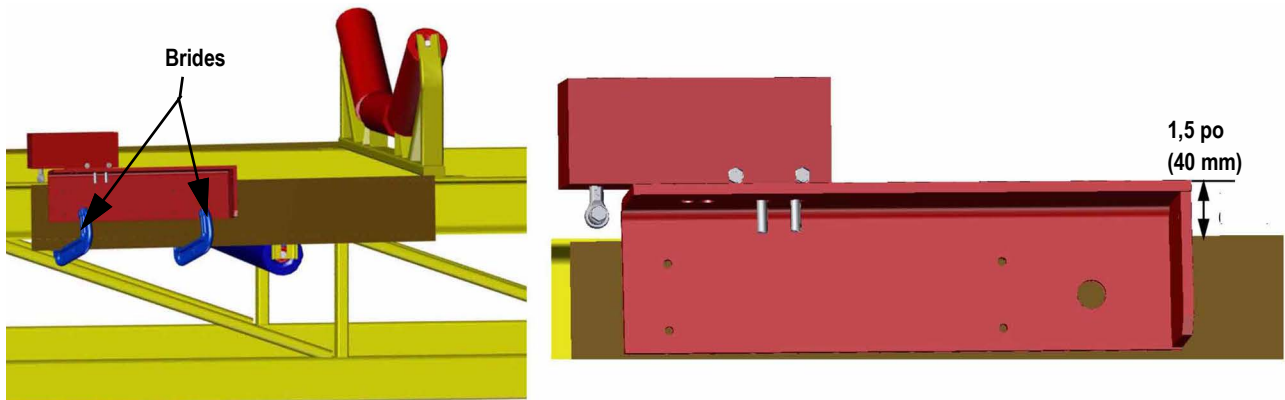

Figure 2-5. Utilisez des brides pour positionner l'ensemble soudé
- À l'aide de brides, placez chaque ensemble soudé en position correcte. Le haut de la barre peseuse doit être positionné à 1,5 po' (38,1 mm) au-dessus du longeron, de façon à assurer un dégagement pour la station rouleaux lorsqu'elle est reboulonnée en position (voir Figure 2-5). Assurez-vous que l'extrémité longue des bras de levier est dirigée dans le sens de déplacement de la bande transporteuse.